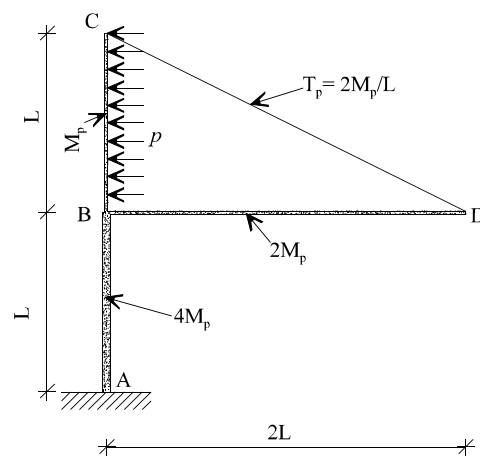

Figura 10
10) La estructura atirantada de la figura 10 está formada por tres vigas ( $AB$ ,  $BC$  y  $BD$ ) y un cable ( $CD$ ). Los esfuerzos de plastificación de cada pieza se anotan en la propia figura. Sobre la viga vertical superior actúa la sobrecarga horizontal uniforme  $p$  que se muestra en la figura. Se considera que en la plastificación de las secciones de vigas influye únicamente el momento flector. Se pide: